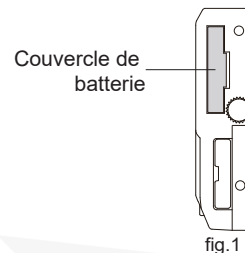

fig.1
- Retirez le couvercle du compartiment à pile (fig. 1)